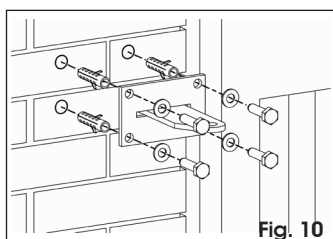

Fig. 10
- ii- Bevestig alles aan de pilaar met behulp van geschikte bevestigingsystemen (Fig. 10).